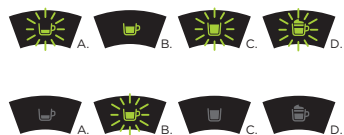

Fig. 17: Programación del botón de extracción de café largo.
- A continuación deberá pulsar el botón de extracción de café largo hasta que los indicadores luminosos de los botones de extracción de café espresso, té y bebida con leche parpadeen. Pulse de nuevo el botón de extracción de café largo (ver **Fig. 17**). Los indicadores luminosos de los botones de extracción de café expresso, té y bebida con leche se apagaran.